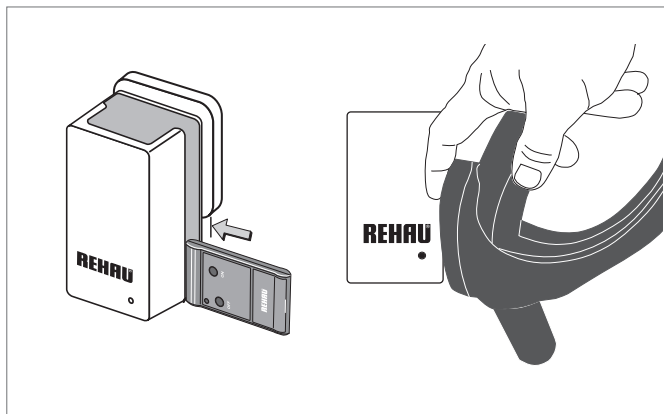

Рис. 6-5 Настройка пульта на ретранслятор
- 2 Рукоятку всасывающего трубопровода или пульт прислонить к корпусу ретранслятора как показано на рисунке (см. рис. 6-5).